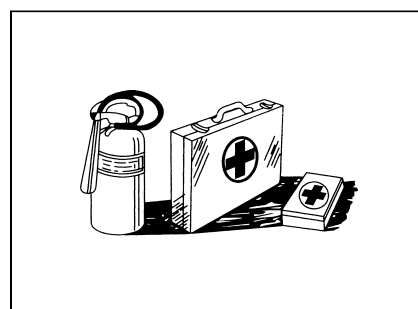

Рис.1-26
- На рабочем месте следует готовить ящик скорой помощи, который следует регулярно проверить, при необходимости добавить лекарства(рис. 1-26).